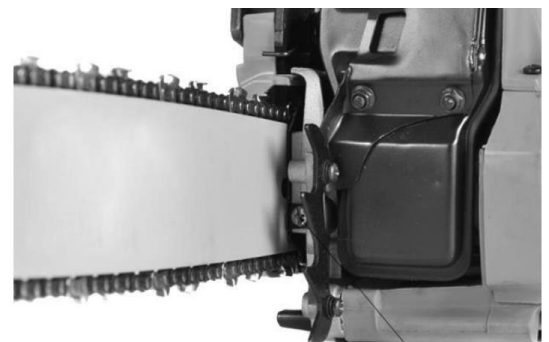

Рис. 7.
Чтобы увеличить натяжение цепи, возьмитесь за носок пильной шины и поверните регулировочный винт (1) **ПО ЧАСОВОЙ СТРЕЛКЕ**. Поворот винта **ПРОТИВ ЧАСОВОЙ СТРЕЛКИ** позволит Вам ослабить натяжение. Убедитесь, что цепь плотно прилегает к пильной шине (См. Рис. 7).